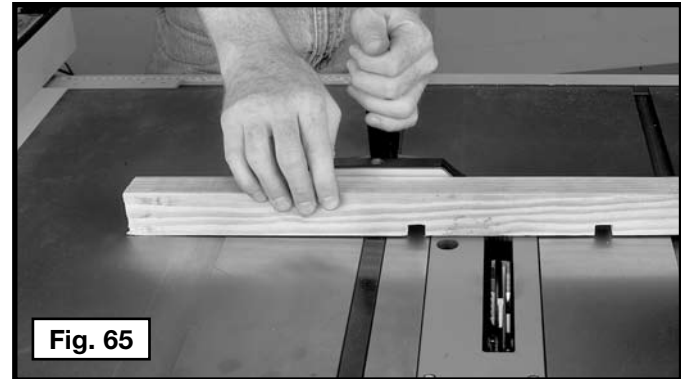

Fig. 65
**NOTA:** Fig. 65 ilustran una operación típica de ranuras.